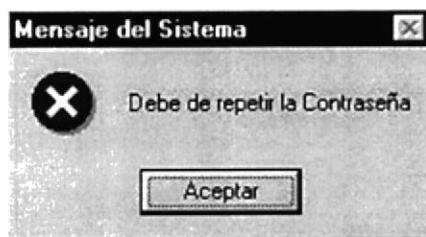

Figura 6.5 Mensaje de Error de Clave
- En caso de no haber repetido bien la nueva contraseña, aparecerá el siguiente mensaje de error (ver figura 6.5)